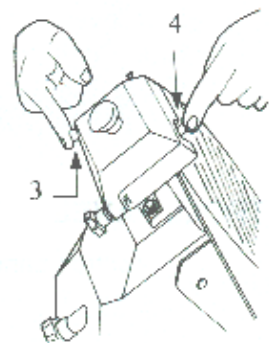

FIG. Nr. 11b
- 4 – tryck på den lilla knappe (3) (se FIG. Nr. 11b). Låt klingan rotera mot sliparen i 30-40 sekunder för att skapa ett burrande ljud mot klingans bak kant.